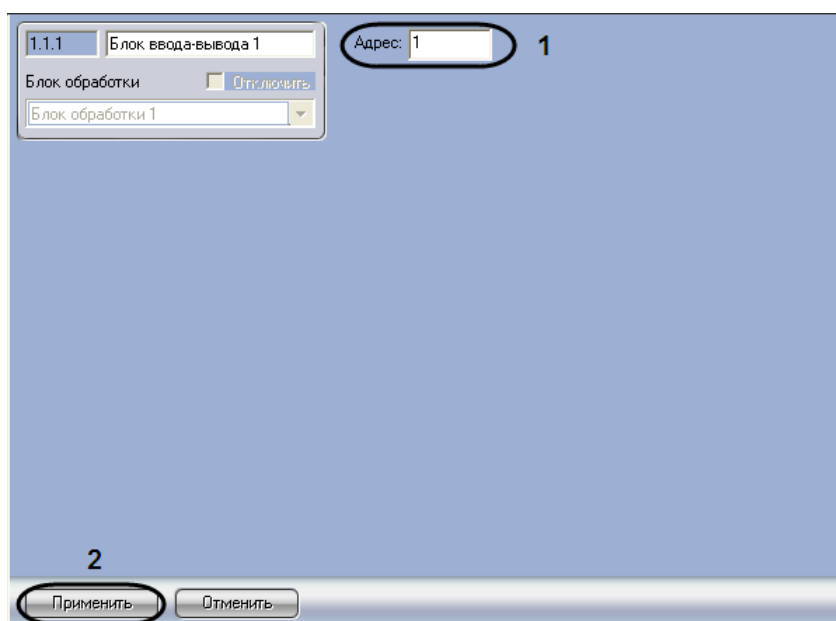

Рис. 2.6-2. Настройка объекта Блок ввода-вывода
1. Перейти на панель настройки объекта **Блок ввода-вывода** (Рис. 2.6-2).
2. В поле **Адрес** ввести адрес релейного модуля *Intrepid Micropoint*, заданный при настройке системы *Intrepid Micropoint* в программе «Site Manager» (см. Рис. 2.6-2, 1).
3. Для сохранения внесенных изменений нажать кнопку **Применить** (см. Рис. 2.6-2, 2).